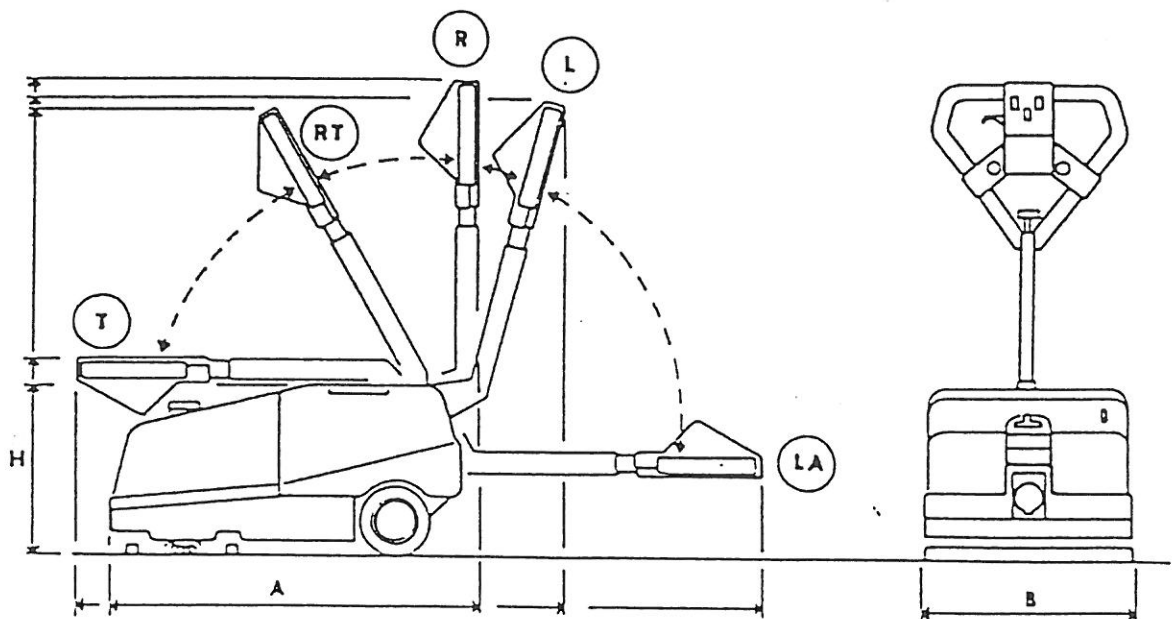
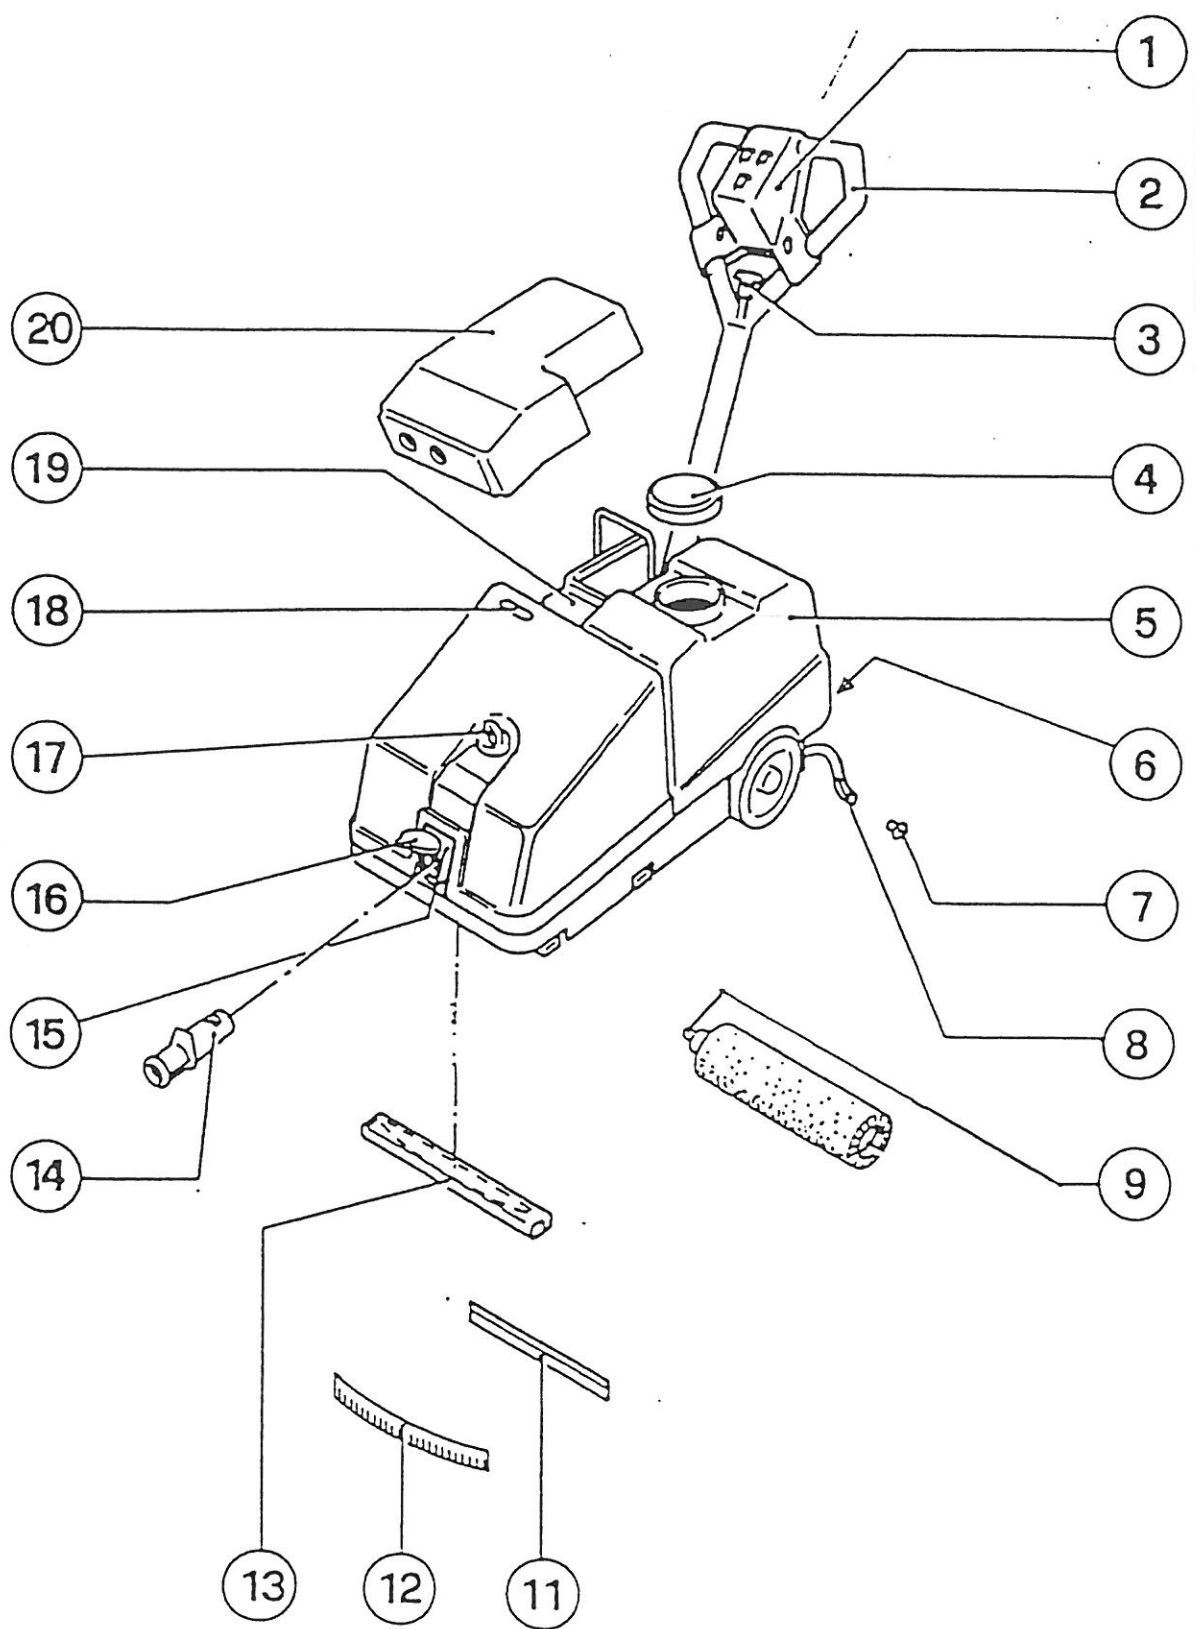
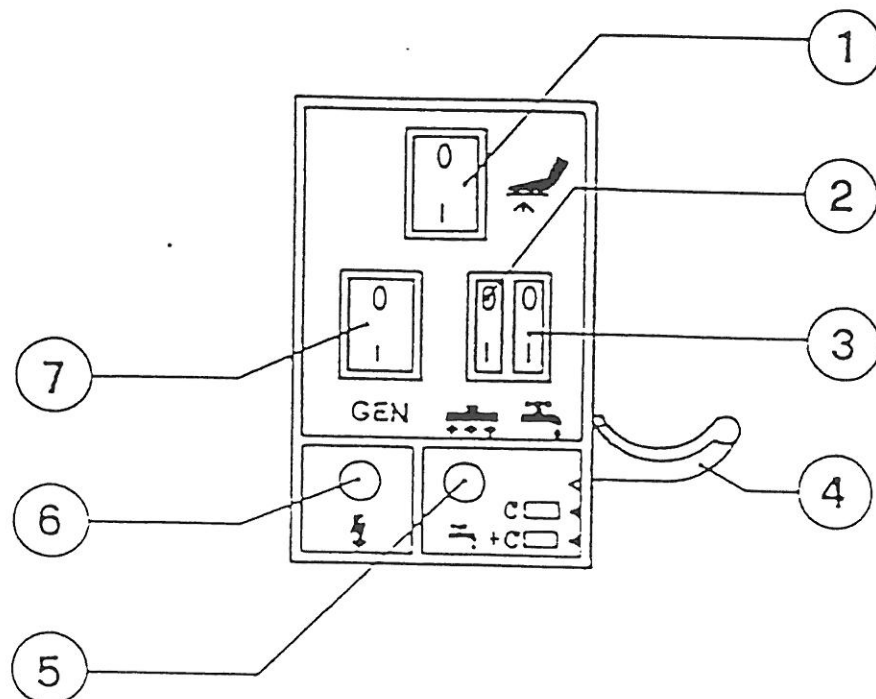
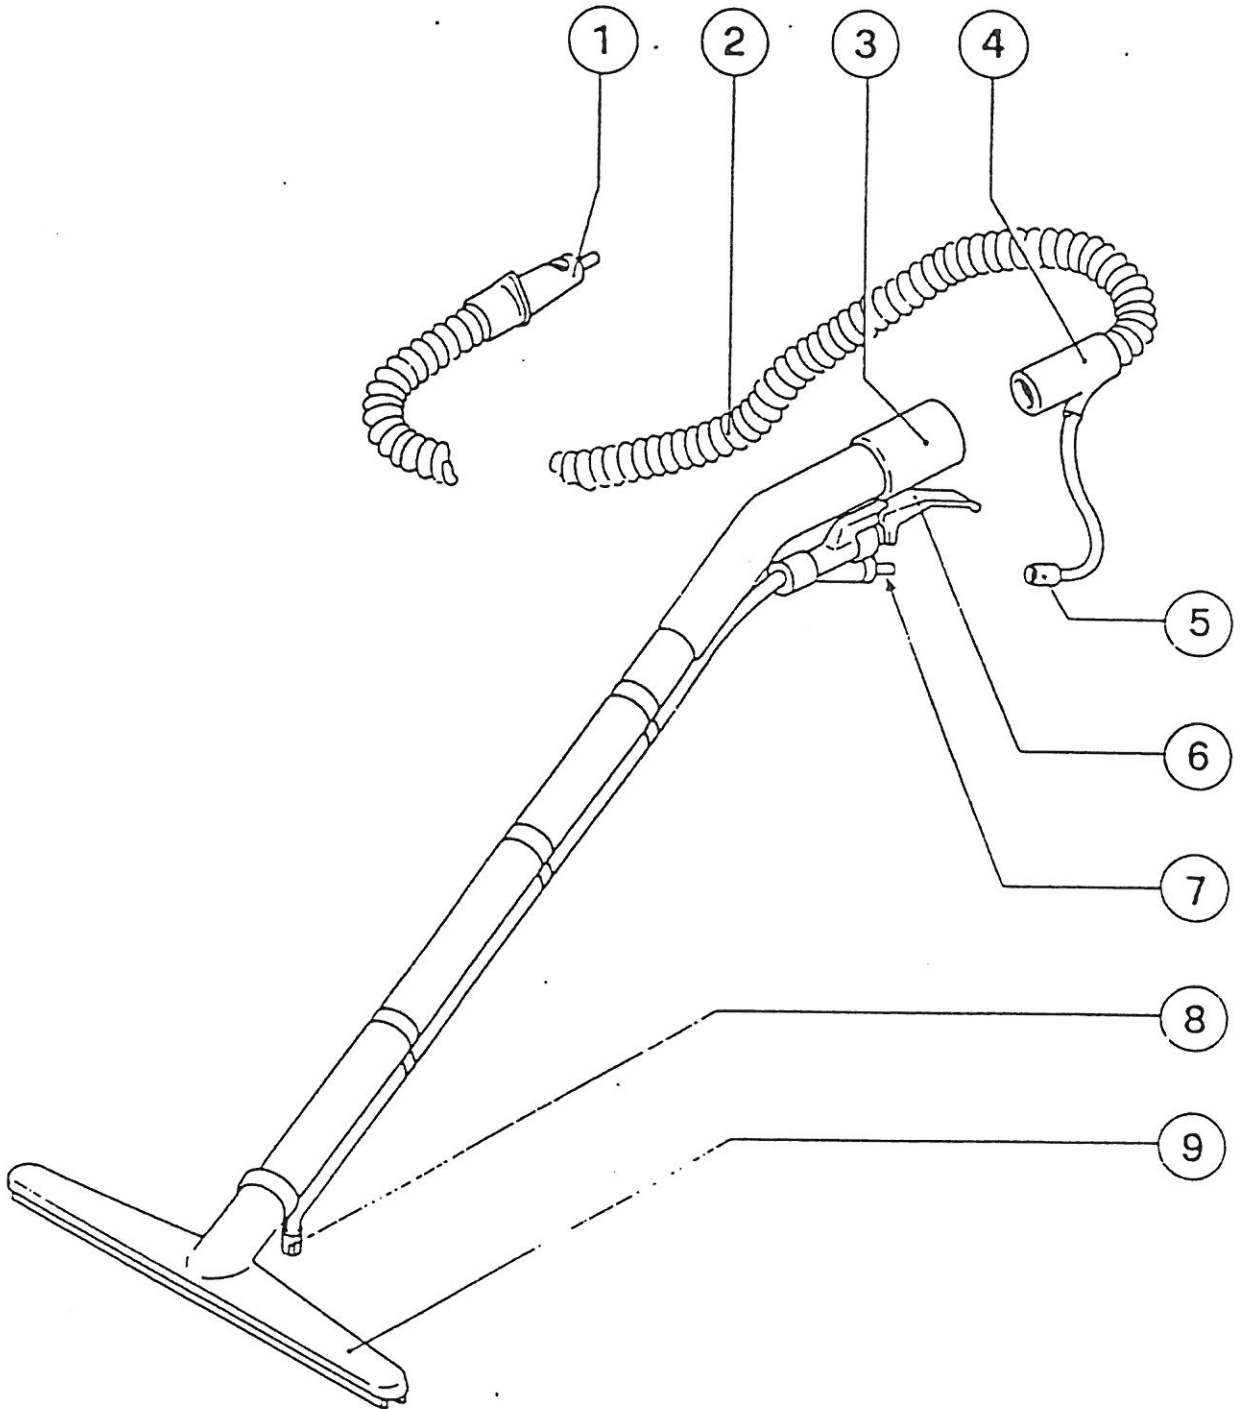

Abbildung 1
Abbildung 2
Abbildung 3
Abbildung 4
Das Typenschild der Maschine ist am Steuergehäuse an der unter Nr.6 der Abb.2 angegebenen Position befestigt.
Das Trocken-Wischblatt (12, Abb.2) hat eine parabolische Form, um das Schmutzwasser leichter aufzunehmen.
Der Tank für die Reinigungslösung (5, Abb.2), der die Mischung aus sauberem Wasser und Reinigungsmittel enthält und transportiert.
Der Schmutzwassertank (19, Abb.2), der das während des Reinigens abgesaugte Schmutzwasser sammelt und für den Transport und das Entleeren abgenommen werden kann.
Die Saugfüße (oder Wischblätter), (11,12 und 13 in Abb.2) haben die Aufgabe, den gereinigten Fußboden zu trocknen, indem sie das verteilte Wasser aufnehmen. Die Bürstenwalze (9, Abb.2).
Die Maschine am Griff (2, Abb.2) aus dem Karton ziehen.
Die Griffarretierung (3, Abb.2) betätigen und den Griff auf die senkrechte Ruhestellung R bringen (s. Abb. 1 und Absatz 5.2-Einstellen des Griffes).
Am Typenschild (6, Abb.2) sind die elektrischen Daten der Maschine angegeben. Vergewissern Sie sich, ob die verfügbare Netzfrequenz und Spannung den Daten des Typenschildes entsprechen. Was die Spannung betrifft, weisen wir darauf hin, daß die Modelle mit der Angabe 230 V mit Spannungswerten 220, 230 oder 240 V verwendet werden können. Das gleiche gilt für die Modelle mit der Angabe 115 V, die mit 110, 115 und 120 V verwendet werden können. Die angegebene Frequenz muß hingegen stets exakt übereinstimmen.
1. Weiße Kontrolllampe (6, Abb.3), zeigt an, daß die Maschine an das Stromnetz angeschlossen ist.
2. Haupt-Leuchtschalter (7, Abb.3) steuert alle elektrischen Einrichtungen.
3. Leuchtschalter Saugen (2, Abb.3), steuert den Saugmotor.
4. Leuchtschalter Reinigungslösungspumpe (3, Abb.3), steuert die Pumpe, die die Reinigungslösung zu den Bürsten fördert.
5. Leuchtschalter der Reinigungsmittelpumpe für Zusatzfunktionen (1, Abb.3); wird nur bei Verwendung des Zusatzteils Kombi-Sprüh- u. Absaugvorrichtung gebraucht und schaltet die Pumpe, die die Reinigungslösung zur Kombi-Vorrichtung fördert.
6. Druckschalter für die Walze und die Reinigungsmittelpumpe (4, Abb.3):
7. Kontrolllampe für die Reinigungslösung (5, Abb.3), zeigt an, daß die Pumpe eingeschaltet ist (Druckschalter 4 ganz gedrückt und Schalter 3 auf "Ein").
8. Griff für die Regelung des Saugfußandrucks (17, Abb.2); durch Drehen im Uhrzeigersinn wird der Andruck verstärkt.
9. Sichtfenster für die Reinigungslösung (18, Abb.2); ermöglicht die Sichtkontrolle des Reinigungsmittelflusses zur Bürstenwalze.
Die Maschine ist mit einem Griff (2, Abb.2) ausgestattet, die den Einsatz und den Transport wesentlich erleichtert.
Der Griff wird mit dem Arretierknopf (3, Abb.2) verstellt.
Wie in der Abbildung 1 dargestellt, sind folgende Positionen möglich:
Den Griff (2, Abb.2) auf die Position R stellen (s.Abb.1).
Den Deckel des Schmutzwassertanks (20, Abb.2) abnehmen.
Den Tank (1, Abb.2) am Griff herausheben und wie einen normalen Eimer entleeren.
Das Röhrchen (8, Abb.2) aus seinem Sitz ziehen.
Den Deckel des Tanks (4, Abb.2) abnehmen.
Den Stopfen (7, Abb.2) entfernen und das Wasser ablaufen lassen, anschließend den Stopfen, den Deckel und das Röhrchen wieder einbauen.
Mit der anderen Hand die Bürste (9, Abb.2) einsetzen und nach oben drücken, bis sie einrastet.
Den Griff auf die Ruhestellung R stellen (s.Abb.1).
Mit dem Fuß auf den Bolzen der Bürste (9, Abb.2) drücken und gleichzeitig den Griff zurückziehen, damit die Maschine vorne angehoben wird.
Die Saugleisten (Abb.2, Nr. 11, 12 u. 13) werden vor allem für das Absaugen eingesetzt.